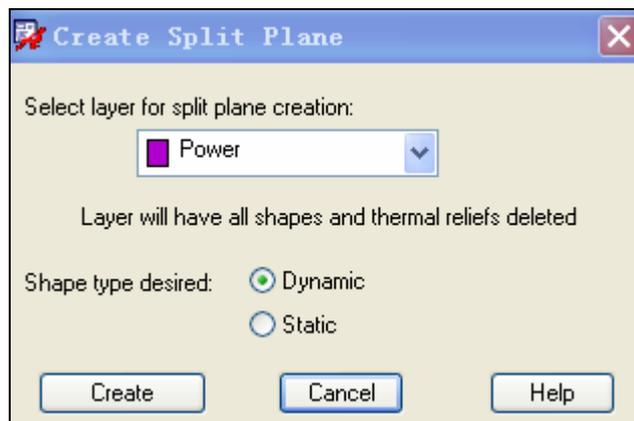

图 9-20 Create Split Plane 对话框
(17) 右击 Allegro 工作区，选择快捷菜单中的 Done 选项完成操作。
(18) 选择 Edit|Split plane|Create 命令，弹出 Create Split Plane 对话框，如图 9-20 所示。